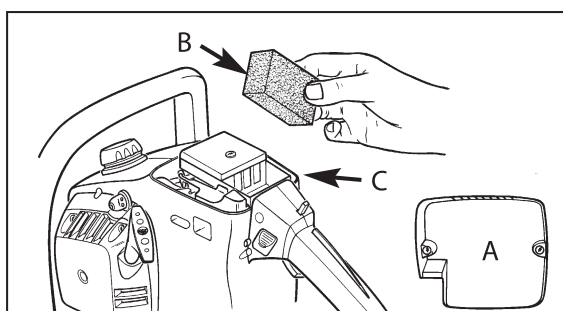

Рис. 15
1. Удалите верхнюю крышку (А). (Рис. 15А)
2. Выньте воздушный фильтр (В) из корпуса воздушного фильтра (С) (рис. 15Б).